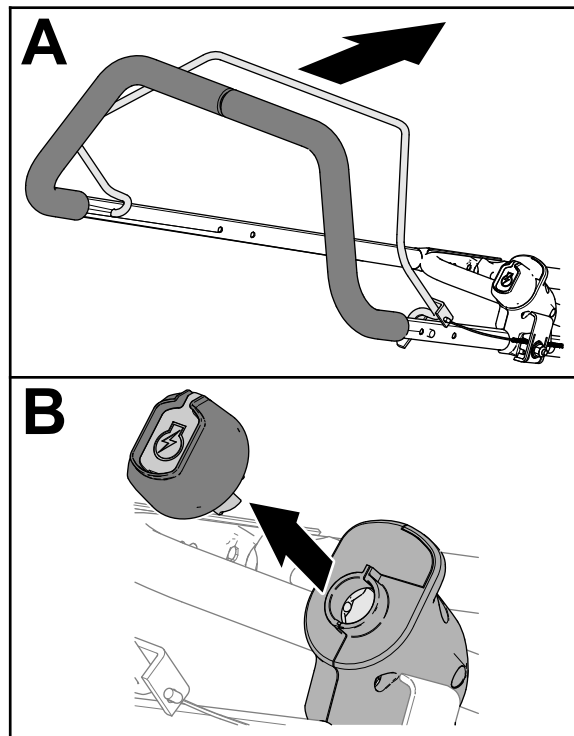

Figura 17
1. Rilasciate la stegola di presenza dell'operatore (Figura 17).